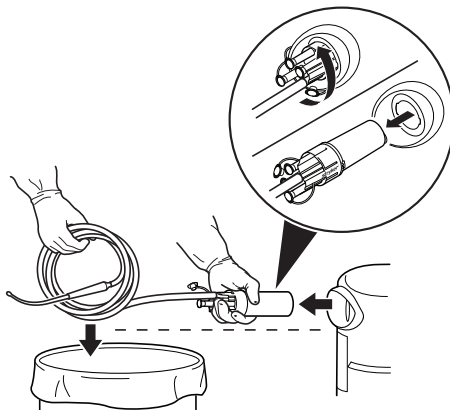

Figura 8 Eliminación del distribuidor y del tubo
4. Gire el distribuidor hasta que se desbloquee y, a continuación, tire de él y de los tubos de aspiración conectados hacia fuera del receptáculo, manteniendo siempre el distribuidor en una orientación horizontal (figura 8).